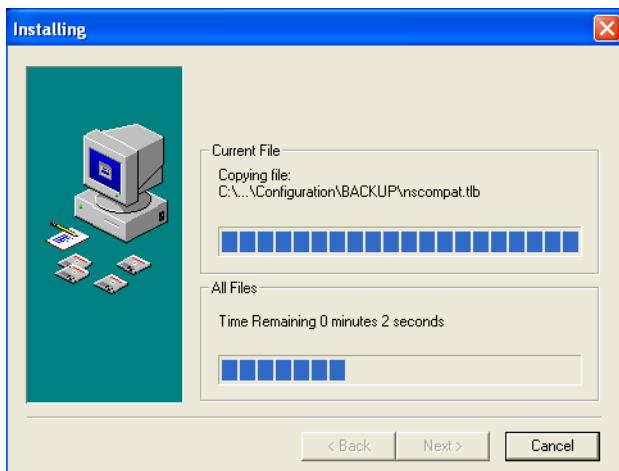

Abbildung 8.5: Installation der Software
- 5 Folgen Sie den Anweisungen im Fenster und klicken Sie dann auf [Next]. Daraufhin beginnt die Installation der Software (siehe Abbildung 8.5).